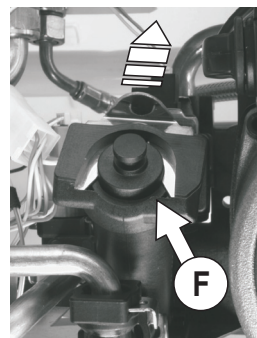

Рис. 28
- Влево от насоса находится фильтр ГВС (рис. 28).
- Снимите фильтр (F) и прочистите его с помощью неострой щетки или продувкой под высшим напором (компрессором).